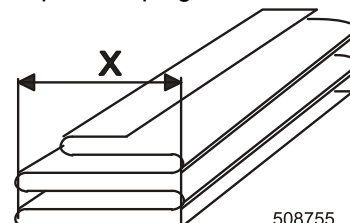

Fig. 4.1.1.A
- impostare la lunghezza desiderata da 25 - 40 cm per un certo numero delle pieghe, fig. 4.1.1.A